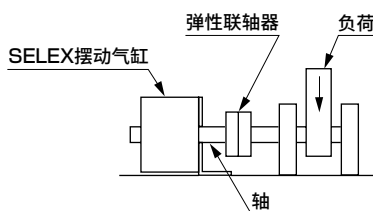

图2 径向负荷
如果无法避免这种情况，请如图2所示采取只传递旋转力的结构。
- (2) 接着，手动使密封垫圈离开端盖(2)至图2所示状态。